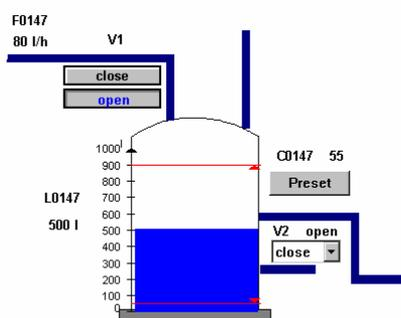

Рис. 3.99. Выпадающий список, что отображает V2, размещен. Оператор выбирает соответствующую команду, открывая выпадающий список и выбирая команду.
2. Поместите и измените в размерах выпадающий список, как показано на рис. 3.99, потом поместите имя и состояние.